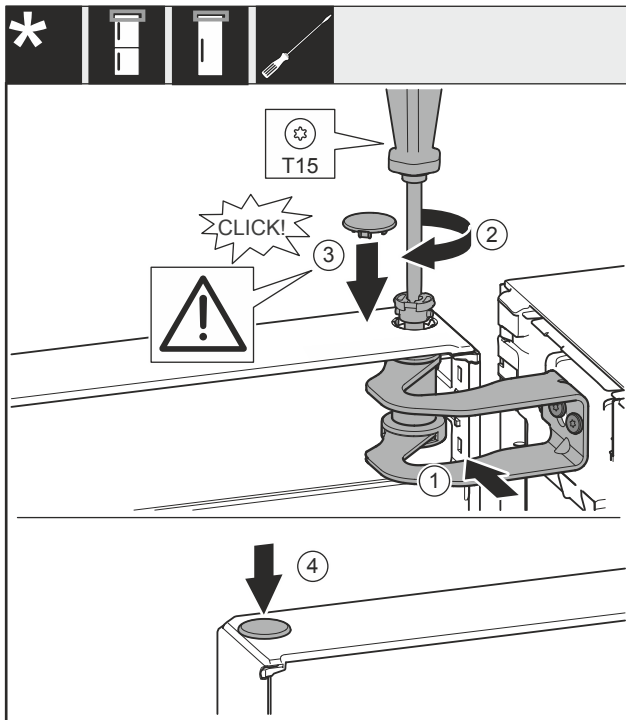

Fig. 37
- Tür zur Öffnung im Lagerbock Fig. 37 (1) ausrichten.
- Bolzen Fig. 37 (2) einsetzen und mit Schraubendreher festschrauben.
- Abdeckung Fig. 37 (3) einsetzen.
- Kontrollieren, dass die Abdeckung Fig. 37 (3) auf der Tür aufliegt.
- Abdeckung Fig. 37 (4) einsetzen.